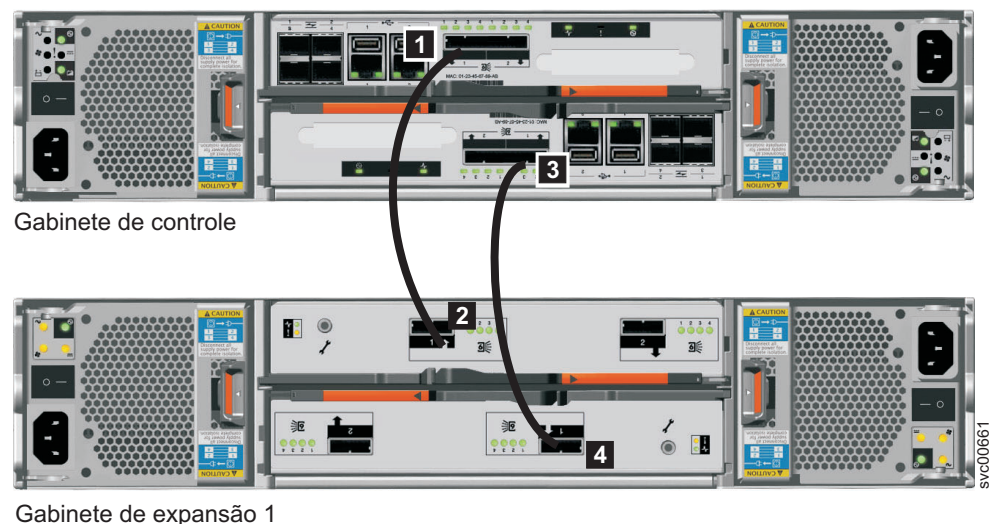

Figura 12. Conectando um Gabinete de Expansão ao Gabinete de Controle
2. Conecte os cabos SAS do gabinete de controle ao primeiro gabinete de expansão conforme mostrado em Figura 12. Remova as tampas de extremidades protetoras, se necessário. O primeiro gabinete de expansão fica abaixo do gabinete de controle.